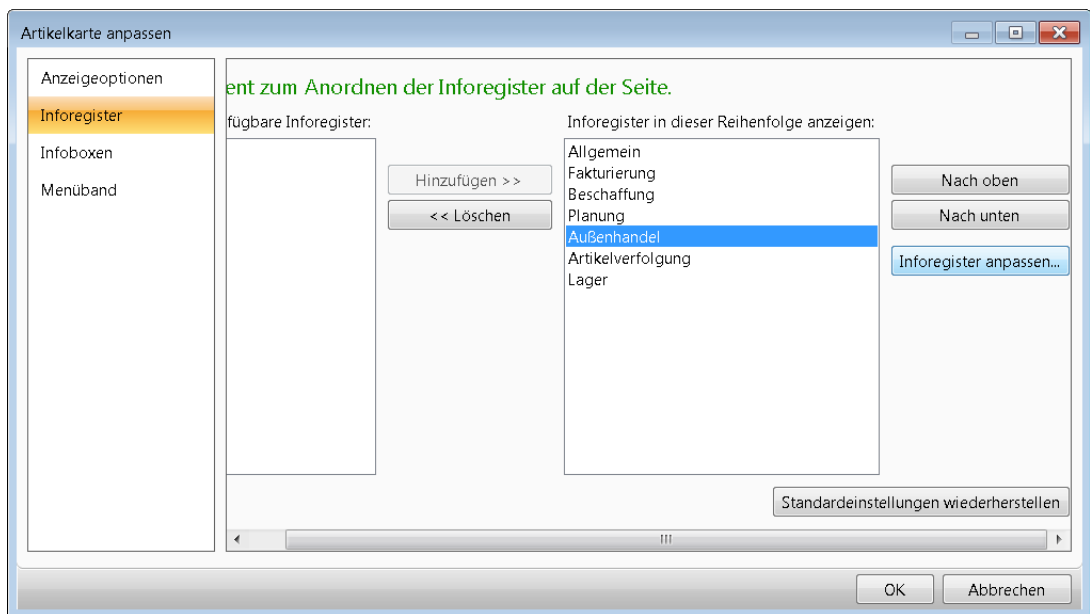

Abbildung 2.21 Dialogfeld bei Anpassung des Inforegisters *Außenhandel*
3. Im Dialogfeld zur Seitenanpassung markieren Sie die Auswahl *Inforegister* und danach das Inforegister *Außenhandel*. Anschließend betätigen Sie die Schaltfläche *Inforegister anpassen* (siehe Abbildung 2.21).